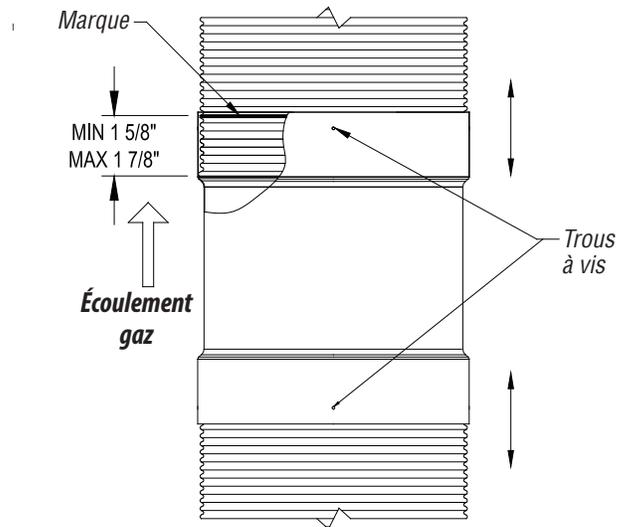

Figure 16 - Test d'assemblage "à sec"
1.2. Faire un test d'assemblage "à sec" sans scellant avec chacun des adaptateurs à utiliser. Placer le flexible à l'intérieur de l'adaptateur du côté où il y a des petits trous de passage pour vis. L'insérer jusqu'à ce qu'on ne voit plus la marque faite antérieurement à 1 5/8" du bord de la longueur flexible pour s'assurer que le flexible est capable de bien s'insérer dans l'adaptateur (Figure 16). Puis, retirer la longueur flexible de l'adaptateur.